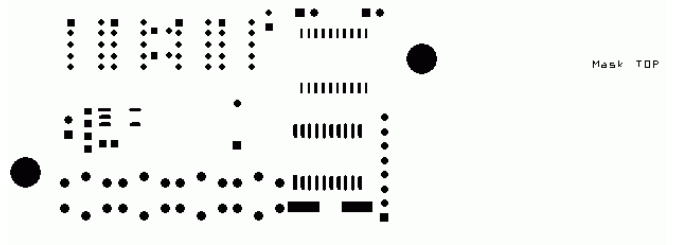

рис. 7-30
**SMT (рис. 7-30), Solder Mask TOP**, верхний слой маски. Плата будет покрыта краской зелёного цвета, исключая закрашенные (на рисунке – чёрные) места.